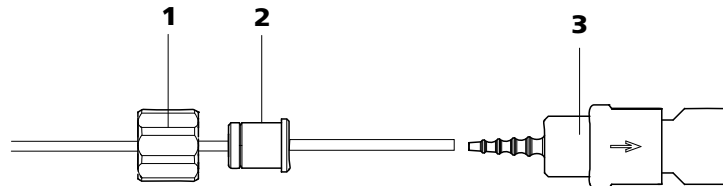

Abbildung 32 Pumpschlauch-Verbindung mit Filter installieren
- **Fall A:** eine Pumpschlauch-Verbindung **mit Filter** (6.2744.180) (siehe Abbildung 32, Seite 59) oder